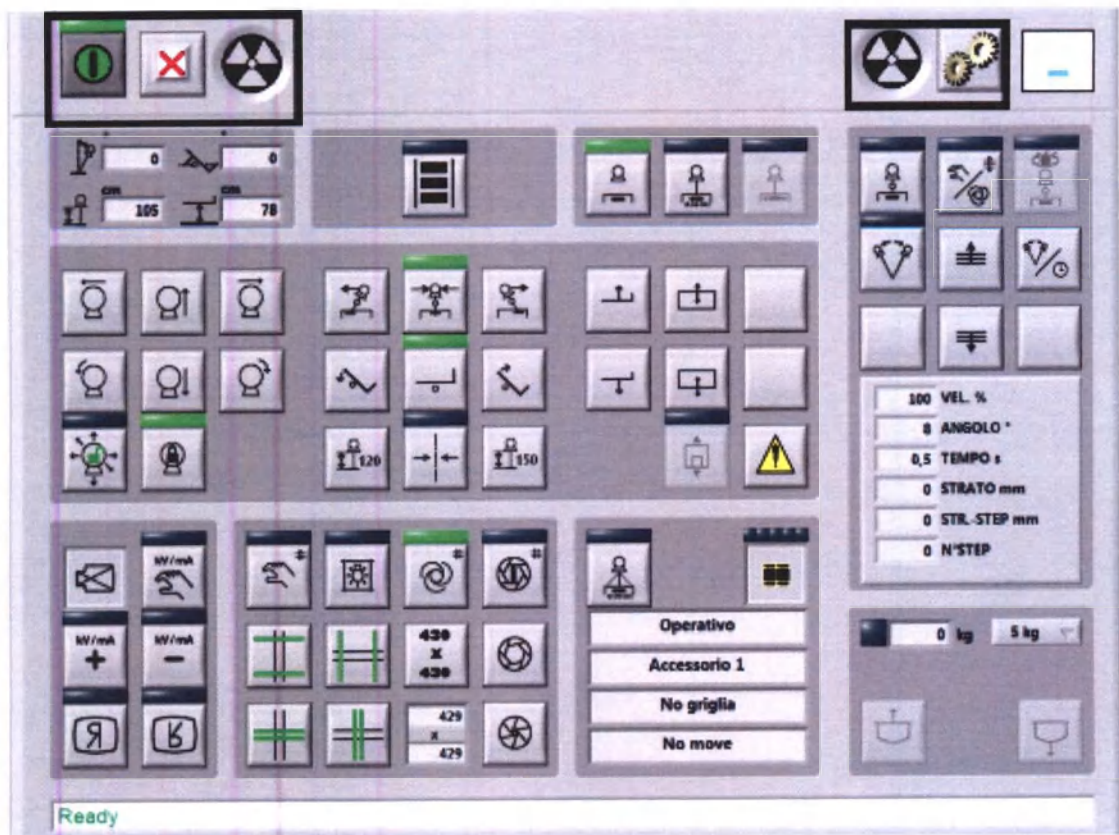

Рисунок 1.6 - Основные элементы управления
1.4.1.1.2 Пиктограммы основных элементов управления (рис.1.6)